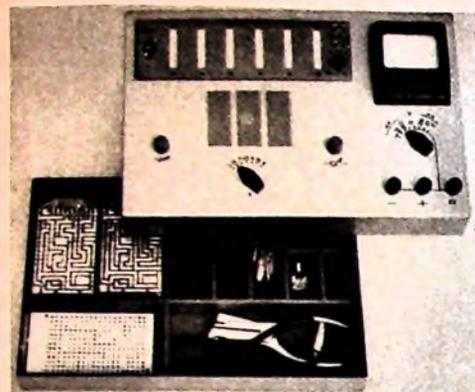

Bild 8 Elektronik-Baukasten „transpoly“
► Zum Service gehören gute Techniker. Gute Techniker müssen mühselig geschult und herangezogen werden. Für die Technikerlaufbahn sind Vorkenntnisse wichtig. Vorkenntnisse kann man eindrückvoll durch Experimentieren gewinnen. Also experimentieren wir einmal. Das kann man vorzüglich mit einem neuen Elektronik-Baukasten „transpoly“, den man in ersten Mustern im „Städtischen Kaufhaus“ auf dem Stand von VEB Werk für Bauelemente der Nachrichtentechnik Teltow sah. Er genügt tatsächlich hohen Ansprüchen. Die jeweilige Schaltung wird ohne zu löten und zu schrauben aufgebaut. Der Baukasten besteht aus einem pultähnlichen Oberteil (Bild 8). Oben links sind auf dem Pult sieben Steckerleisten und drei Buchsen angebracht. Das Pult enthält ferner ein Universalmeßgerät, ein Potentiometer, einen Drehkondensator, Meßbereichschalter, einen Lautsprecher mit Übertrager und sechs Monozellen je 1,5 V. In Fächern in einem Behälter unter dem Pult sind untergebracht zwei gleiche Schaltplatten (mit